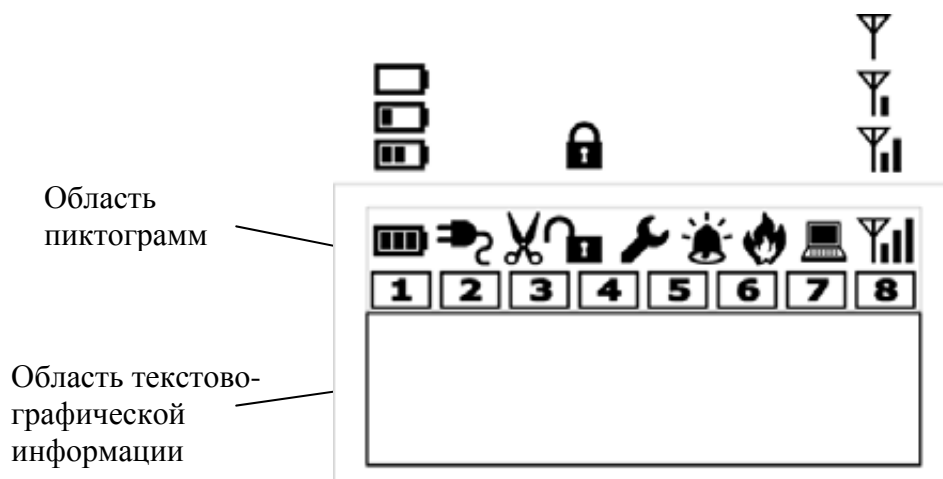

Рисунок 1
2.7.1.3 Пульты имеют жидкокристаллический экран, содержащий две области: область, отображающую текстово-графическую информацию, и область пиктограмм (рисунок 1).